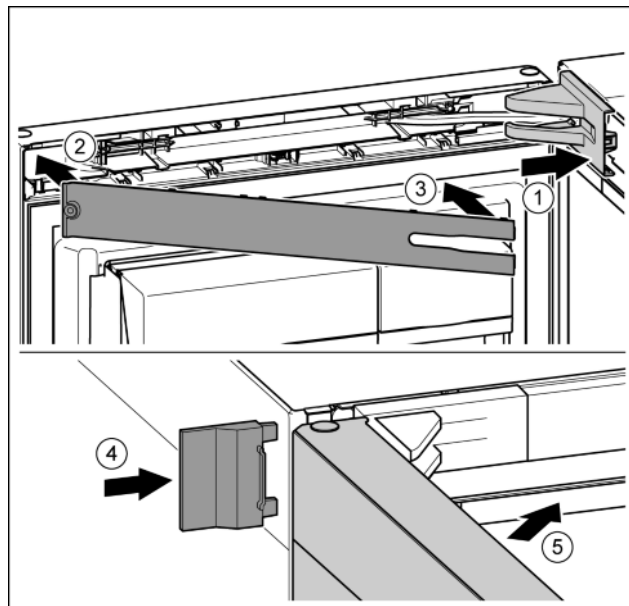

Fig. 43
- ▶ Nasad'te kryt ložiskovej konzoly a zaistite, príp. opatrne roztlac'te. Fig. 43 (1)
- ▶ Nasad'te kryt. Fig. 43 (2)
- ▶ Kryt priklopte a zaistite. Fig. 43 (3)
- ▶ Nasuňte vonkajší kryt. Fig. 43 (4)
- ▶ Zatvorte vrchné dvere. Fig. 43 (5)